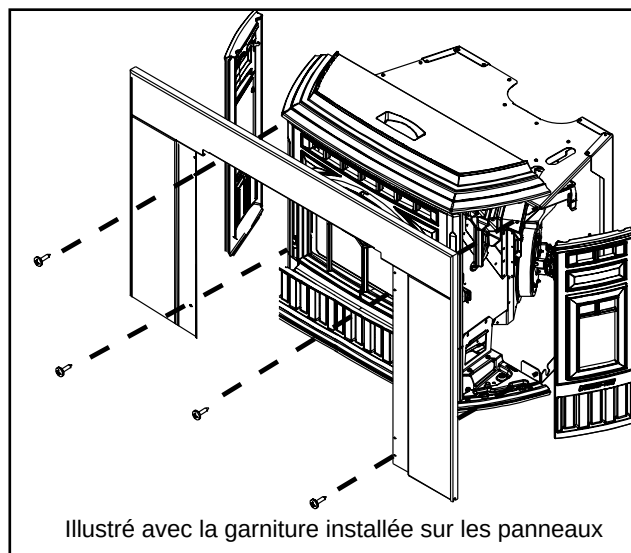

Figure 19.5
4. Glissez soigneusement le panneau et la garniture par-dessus l'insert pour les mettre en place, de façon à ce que les trous correspondants du panneau soient en face des trous de montage sur l'insert. Fixez-la avec les vis fournies. **Figure 19.5**